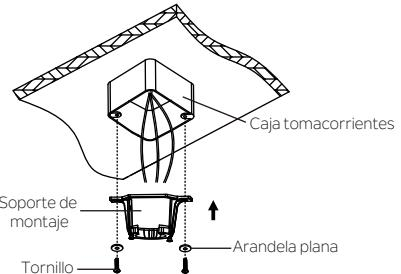

Fig. 5
**Paso 1 .** Antes de conectar el ventilador a la caja tomacorrientes (no está incluido), debe comprobar de que la caja tomacorrientes esté firmemente sujetada en al menos dos puntos a un miembro de techo estructural (una caja suelta hará que el ventilador se tambalee). Pase los cables de suministro de 120 voltios desde la caja tomacorrientes del techo a través del centro del soporte de montaje en el techo. Instale el soporte de montaje en la caja tomacorrientes en el techo con los tornillos y arandelas incluidos con la caja tomacorrientes (Fig. 5)